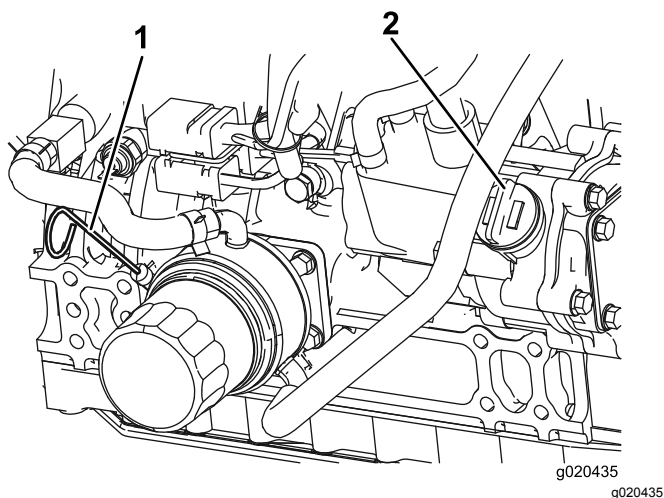

Figura 53
Nota: Il livello dell'olio deve trovarsi tra i parametri di sicurezza (Figura 53).
4. Se l'olio non raggiunge i parametri di sicurezza, togliete il tappo di riempimento (Figura 53) e aggiungete olio finché il livello non raggiunge la tacca Full. **Non riempite troppo.**